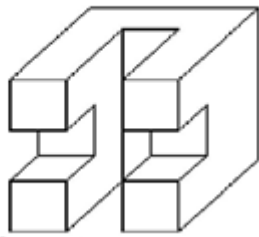

Figure 3
1.4. soit la pièce ci-dessous (**figure 3**) représenté en perspective puis les différentes vues de cette pièce (**figure 4**) représenté en projection orthogonale et numéroté de 1 à 6 . faire corespondre chaque numero à la vue qu'il represente et completé le tableau (**tableau N°3**) ci-dessous
1.5. En observant attentivement les **figures 3 et 4** , compléter les rectangle d'encombremment ci-dessous sans souci d'échelle à fin de réaliser la projection orthogonale de la pièce en **figure 3** selon la convention européenne